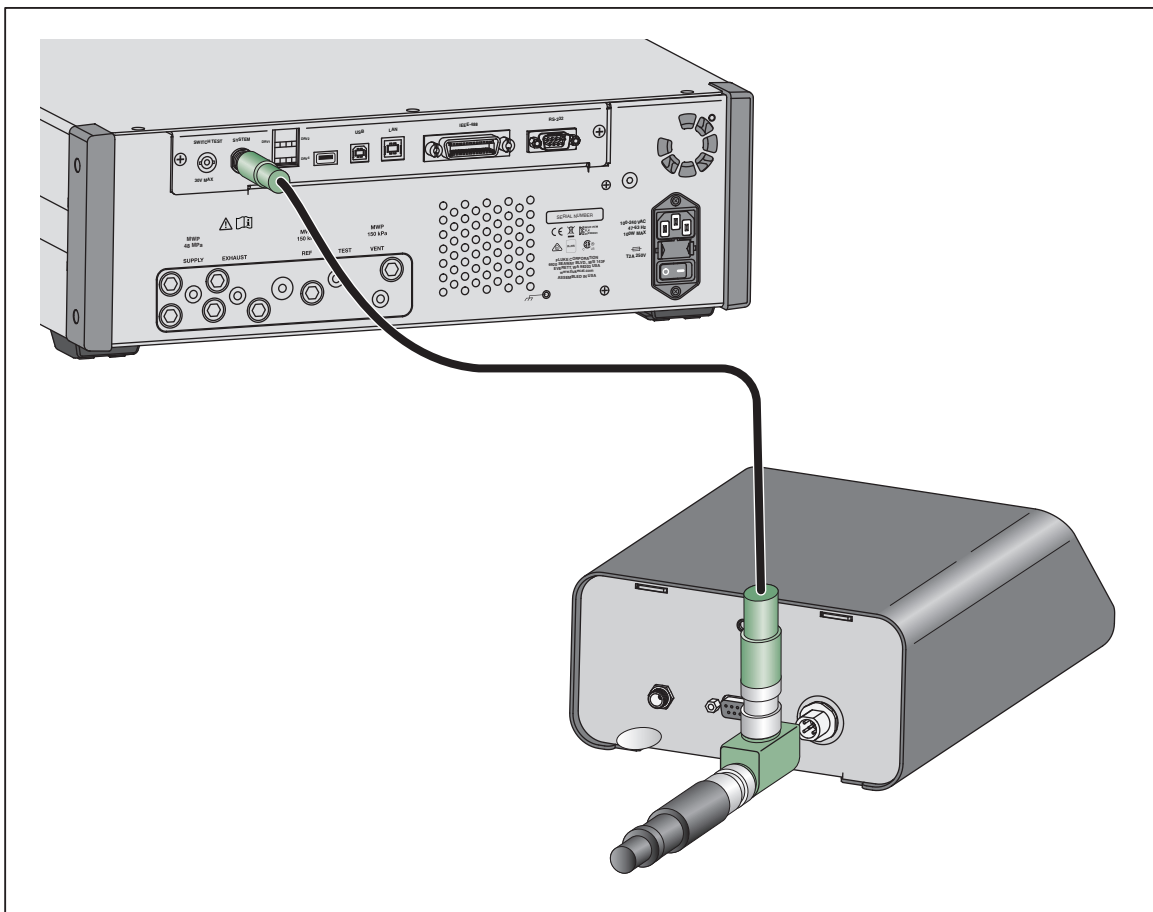

Figure 2. Branchements du contrôleur
1. Branchez le câble CAN-bus à la station d'accueil et au connecteur CAN-bus sur le panneau arrière du contrôleur de pression. Voir la figure 2.